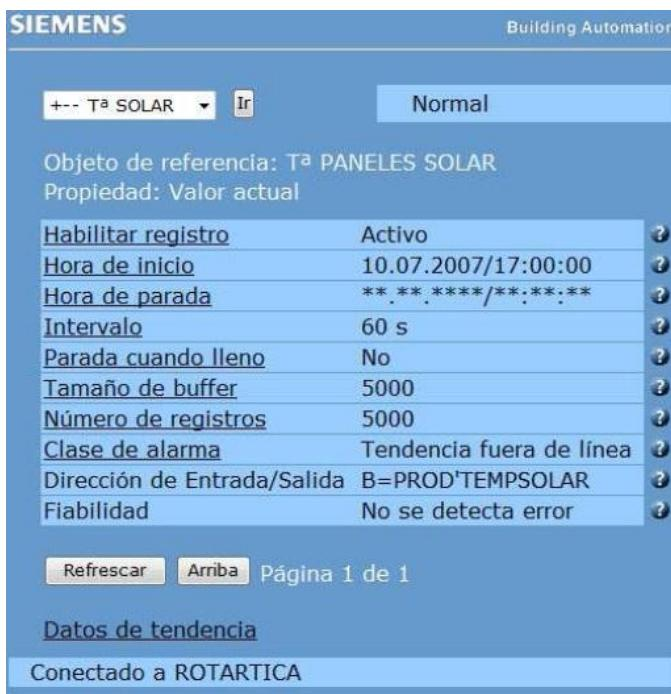

Figura A.4 Controlador web Siemens. Información general de la sonda seleccionada
- Tras hacerlo, el controlador web mostrará una ventana como la de la Figura A.4. En ella se muestra información general acerca de la sonda que se ha seleccionado; en este caso “Tª SOLAR”. Seleccionar la opción “Datos de tendencia”.